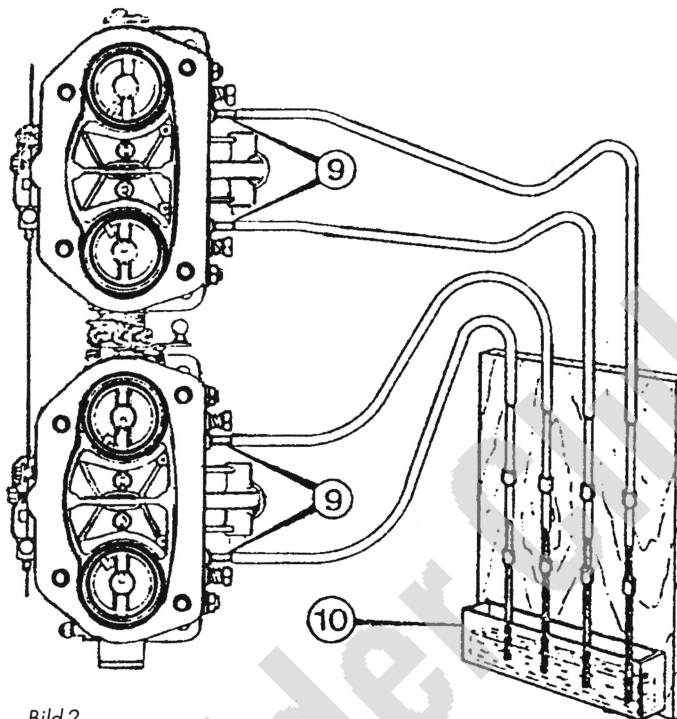

Bild 2
- 11.) Unterdruckmeßgerät anschließen (siehe Bild 2). Vorher Verschlußschraube 8 entfernen und Anschlußnippel 9 einschrauben.